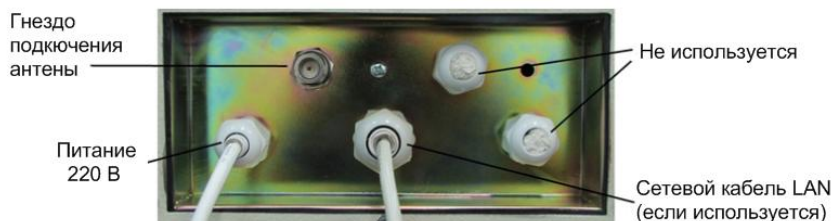

Рис. 4. Подключение кабелей
3. Подключите антенну и кабели питания и сети (если используется сетевое подключение), проведя их через герметики блока разводки кабелей в днище прибора (Рис. 4);